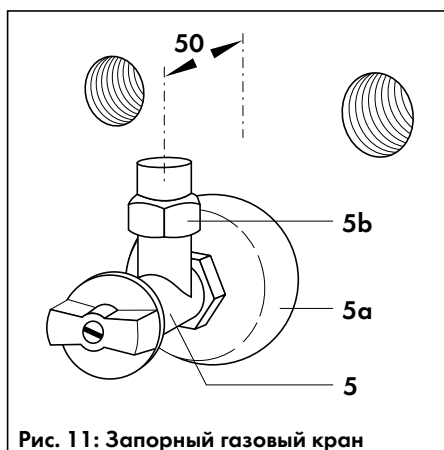
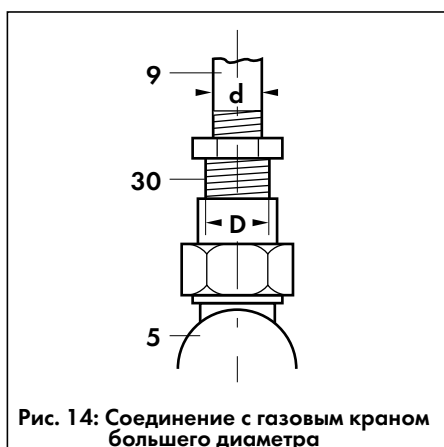

Рис. 11: Запорный газовый кран
Рис. 14: Соединение с газовым краном большого диаметра
Примечание: При давлении природного газа на входе менее 20 мбар прокладку газопровода вести трубой большего диаметра, чем присоединительный размер в аппарате. См. также рис. 14 на стр. 19.
- Предварительно навинтите с уплотнением верхнюю часть разъёмного резьбового соединения (5b, рис. 11) на штуцер входного газового патрубка (9, рис. 14) в аппарате. В случае, когда аппарат подсоединяется к газопроводу большого диаметра, соединение с краном большого диаметра выполняется через соответствующий переходник (30), как показано на рис. 14.
Таблица размеров к рис. 14